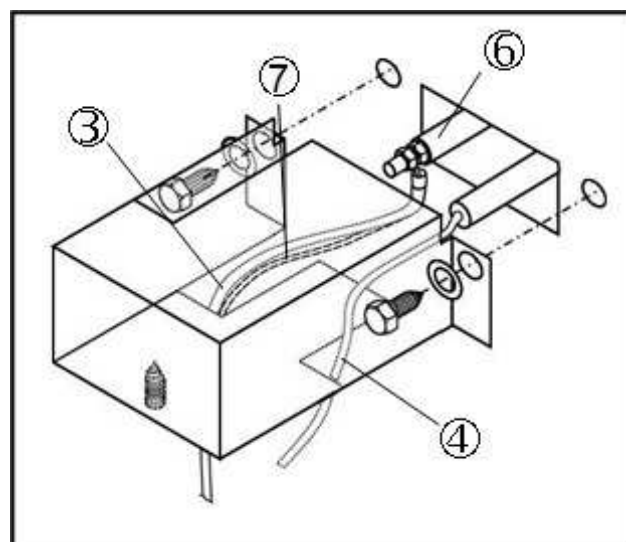

Fig. 20: Montaje de la protección contra descargas
- ⇒ Conecte el cable de ignición con puesta a tierra (3) con el electrodo de ignición (6) (Fig. 20). Fije la puesta a tierra (8) del cable con un tornillo de chapa metálica de cabeza hexagonal en el diámetro interior de la protección contra descargas. Asegúrese que el asentamiento es correcto. (Fig. 20)
- ⇒ Monte la protección contra descargas en la carcasa del calentador y fíjela con dos tornillos de chapa metálica de cabeza hexagonal (7) (Fig. 20).